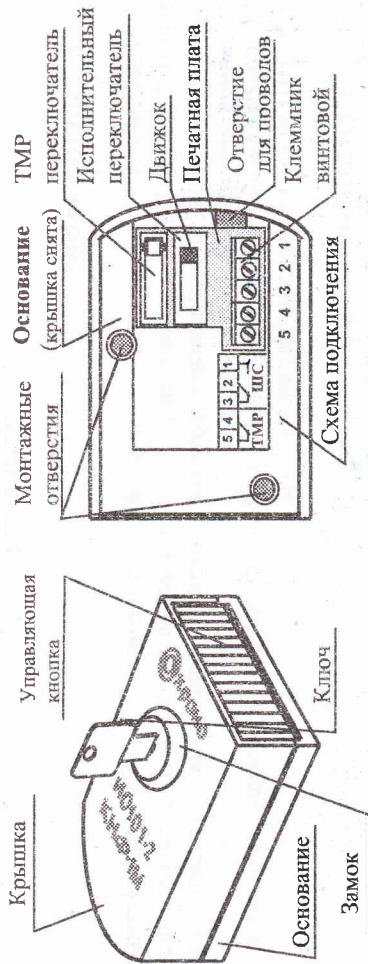
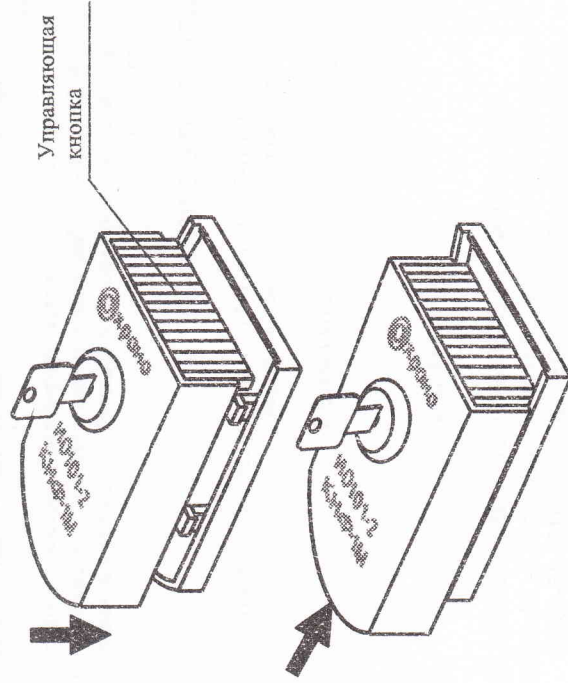

Рисунок 1
Рисунок 3
6.2.3 Пропустить провода через отверстие в основании извещателя (Рис. 1, 2) и подключить их к контактам клеммника винтового в соответствии со схемой подключения (Рис. 1).
6.2.4 Закрепить основание на выбранном месте с помощью 2-х винтов (саморезов) из комплекта поставки через монтажные отверстия (Рис. 1).
6.2.5 Установить крышку с управляющей кнопкой на основание в соответствии с Рис. 3. При этом управляющая кнопка и ключ в замке должны находиться в положении, показанном на Рис. 3, а движок исполнительного переключателя – в положении, показанном на Рис. 1. Далее нажать на крышку до щелчка в направлении, показанном стрелкой. Повернуть ключ по часовой стрелке до упора и вынуть его из замка.